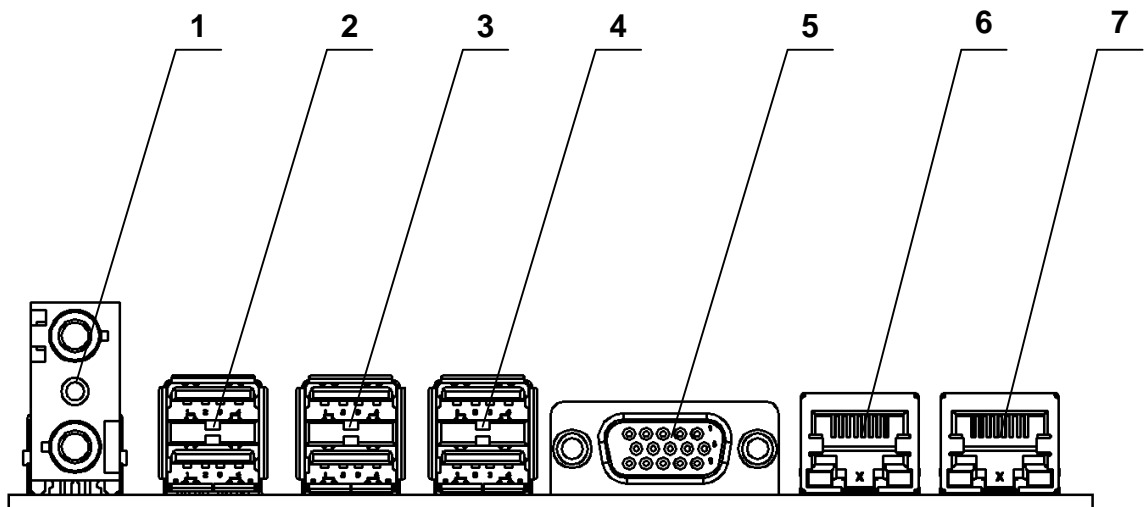

Рисунок 2 – Внешний вид задней панели ввода-вывода панели 1Э8СВ-иАТХ
1.1.3.8 Состояния индикаторов соединителей RJ-45 (см. рисунок 2, поз. 6, 7) представлены на рисунке 5.